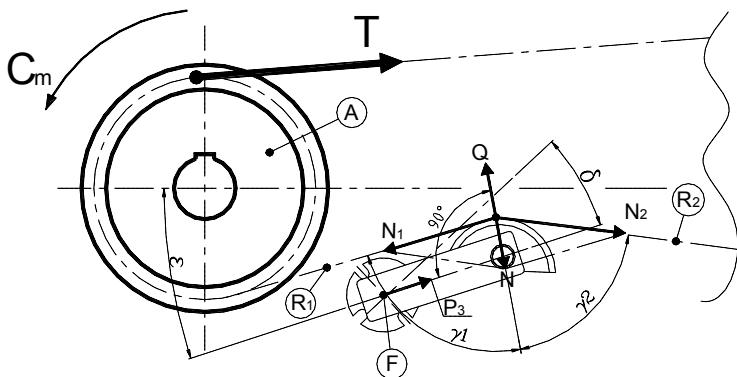

Fig 6
① Un tenditore sprigiona una forza Q (fig 6) perpendicolare al braccio di rotazione che per reazione è equilibrata dalla catena con la forza N che si ripartisce con le forze di trazione N₁ e N₂ sui rami in entrata e uscita dal tendicatena rispettivamente R₁ e R₂. Quando si posiziona un tendicatena bisogna far attenzione che le forze Q e N siano il più possibile sulla medesima direttrice in modo che non si sviluppino delle componenti tangenziali che vadano a scaricarsi sul fulcro. Anche se, entro certi limiti, queste indesiderate forze tangenziali sono annullate dalla forza di compressione assiale P₃ della gomma. Il posizionamento del tenditore, quindi, dipende dall'angolo δ, ovvero l'angolo di lavoro dell'elemento elastico, e dall'angolo ε, ovvero l'angolo di posizionamento rispetto alla trasmissione, tali che gli angoli γ₁ e γ₂ siano il più possibile uguali.
② A tightener releases a force Q (fig 6) perpendicular to the rotation arm which by reaction is balanced by the chain with the force N which is distributed with the traction forces N₁ and N₂ on the sections entering and leaving the chain tightener, respectively R₁ and R₂. When positioning a chain tightener, you must ensure that the forces Q and N are as much as possible on the same line so that there is no formation of tangential components which would be discharged on the fulcrum. Even though, within certain limits, these undesired tangential forces are cancelled by the axial compression force P₃ of the rubber. The positioning of the tightener therefore depends on the angle δ, that is the working angle of the elastic element, and on the angle ε, that is the positioning angle with respect to the transmission, so that the angles γ₁ and γ₂ are equal as much as possible.
③ Ein Spanner setzt senkrecht zum Dreharm die Kraft Q frei (Abb. 6), welche durch Reaktion von der Kette mit der Kraft N ausgeglichen wird. Die Kraft N wiederum teilt sich in die Zugkräfte N₁ und N₂ am Kettenarm R₁ und R₂ am Eingang bzw. am Ausgang vom Kettenspanner auf. Wenn ein Kettenspanner positioniert wird, muss darauf geachtet werden, dass die Kräfte Q und N so weit wie möglich auf der gleichen Linie liegen, damit keine Tangentialkomponenten entstehen, die den Schwenkpunkt belasten. Auch wenn diese unerwünschten Tangentialkräfte bis zu einem gewissen Punkt von der axialen Kompressionskraft P₃ ausgeglichen werden. Die Positionierung vom Spanner hängt deshalb vom Winkel δ ab, also vom Arbeitswinkel vom elastischen Element, und vom Winkel ε, dem Winkel, in dem der Spanner bezogen auf den Antrieb positioniert wird. Dabei sollten die Winkel γ₁ und γ₂ möglichst gleich groß sein.